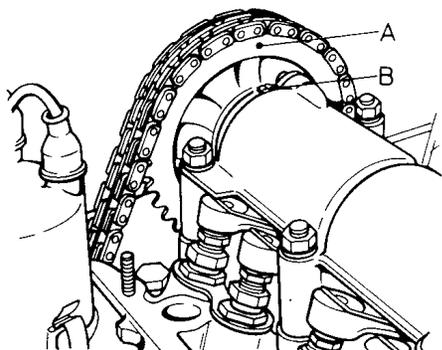

Fig. 32, Instalación del pistón del cuarto cilindro en el P.M.S.
- dando vueltas al cigüeñal en el sentido de las agujas del reloj haga coincidir la referencia " A " (fig. 32) en la estrella con la marca "B" en el cuerpo del árbol de levas; en esto el pistón del cuarto cilindro se encontrará en el P.M.S. al final del tiempo de compresión y las dos válvulas estarán cerradas;